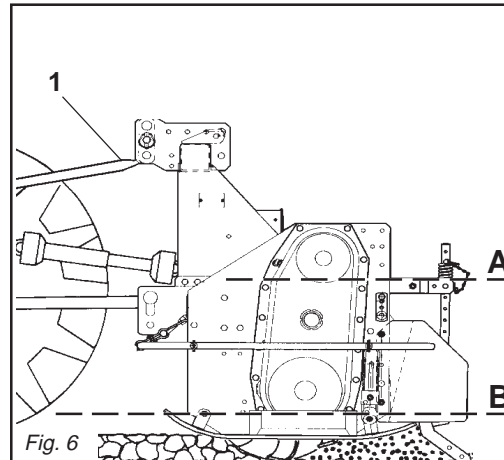

Fig. 6
- 4 - Collegare il terzo punto superiore ed effettuare una corretta regolazione con il tirante (1 Fig. 6) verificando che il piano superiore della zappatrice (A Fig. 6) risulti parallelo al piano terra (B Fig. 6). Ciò è molto importante allo scopo di ottenere il parallelismo tra l'asse della zappatrice e quello della presa di forza del trattore. Operare in queste condizioni significa limitare le sollecitazioni sulla presa di forza stessa e prolungare la durata dell'albero cardanico e della zappatrice stessa.
- 4 - *Connect the upper third-point and correctly regulate by means of the adjuster (1 Fig. 6), checking that the upper surface of the steerage hoe (A Fig. 6) is parallel to the ground (B Fig. 6). This is very important since it achieves parallelism between the axis of the steerage hoe and that of the tractor pto. When the implement operates in these conditions, there will be less stress on the pto itself while the cardan shaft and implement will be much less subject to wear.*
- 4 - Den oberen Kupplungspunkt anschließen und den oberen Lenker (1 Abb. 6) korrekt einstellen. Sicherstellen, daß die obere Haubenkante der Hackfräse (A Abb. 6) parallel zum Boden (B Abb. 6) steht. Das ist sehr wichtig, um die Parallelität zwischen der Achse der Hackfräse und der der Schlepper-Zapfwelle zu erhalten. Wenn diese Parallelität gegeben ist, wird die Zapfwelle weniger belastet und das Leben von Gelenkwelle und Gerät wird verlängert.
- 4 - *Reliez le troisième point supérieur et réglez correctement à l'aide du tirant (1 Fig. 6). Assurez-vous que le plan supérieur de la houe rotative (A Fig. 6) soit pratiquement parallèle au terrain (B Fig. 6). Ceci est très important en vue d'obtenir le parallélisme entre l'axe de la houe et celui de la prise de force du tracteur. Travailler dans ces conditions signifie limiter les sollicitations sur la prise de force et prolonger la durée de l'arbre à cardans, mais aussi de la machine.*
- 4 - Conectar el tercer punto superior y efectuar una correcta regulación con el tirante de regulación (1 Fig. 6) controlando que el plano superior de la binadora (A Fig. 6) resulte paralelo al plano al nivel del suelo (B Fig. 6). Esto es muy importante para obtener paralelismo entre el eje de la binadora y el eje de la toma de fuerza del tractor. Esto permite limitar los esfuerzos sobre la toma de fuerza misma y hacer durar el árbol cardánico y la máquina misma.